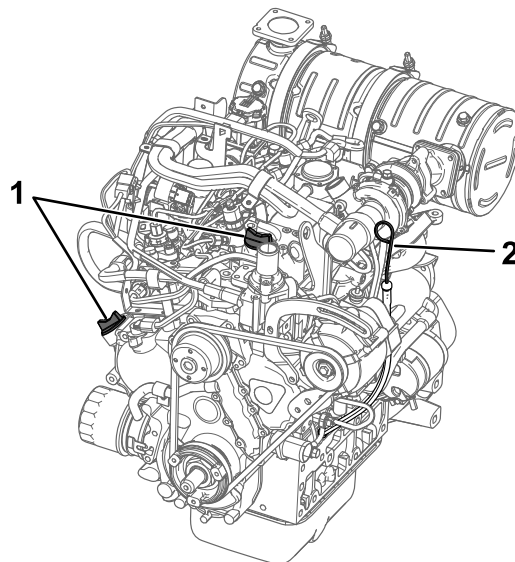

Figura 55
4. Limpie la zona alrededor de la varilla de aceite y el tapón de llenado de aceite (Figura 55).